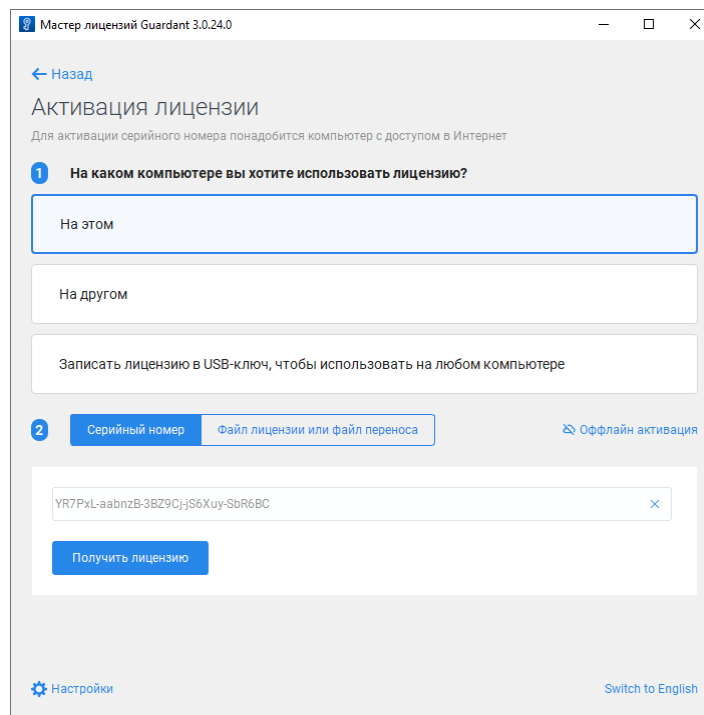

Рис. 10 Активация лицензии
6. В отобразившемся поле введите серийный номер лицензии YR7PxL-aabnzB-3BZ9Cj-jS6Xuy-SbR6BC и нажмите кнопку «Получить лицензию», см. Рис. 10.